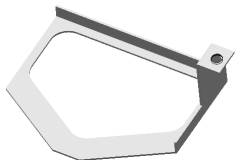
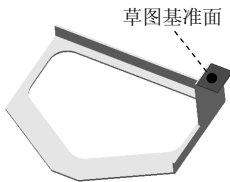

图 2.14 切除-拉伸 2
图 2.15 草图基准面
Step7. 创建图 2.14 所示的切除-拉伸 2。选择下拉菜单 **插入(I)** → **切除(C)** → **拉伸(E)...** 命令；选取图 2.15 所示的面作为草图基准面，绘制图 2.16 所示的横断面草图；在“切除-拉伸”对话框 **方向1** 区域中的 下拉列表中选择 **给定深度** 选项，选中 ☒ **与厚度相等(L)** 复选框与 ☒ **正交切除(N)** 复选框，其他采用系统默认设置值；单击 按钮，完成切除-拉伸 2 的创作。